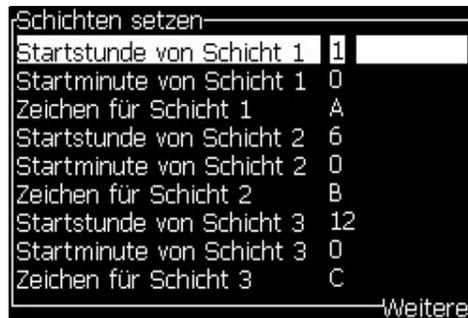

Abbildung 5-42: Schichten festlegen
- 3 Drücken Sie die Taste *Enter* und öffnen Sie das Dialogfeld *Set Shifts* (*Schichten setzen*) (Abbildung 5-42 auf Seite 5-55).